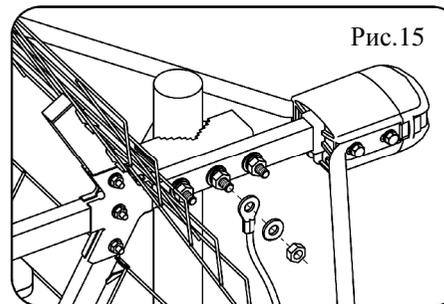

Рис.15
5.17. Установить антенну на мачте и присоединить провод заземления к винту заземления на узле крепления антенны (Рис.15).